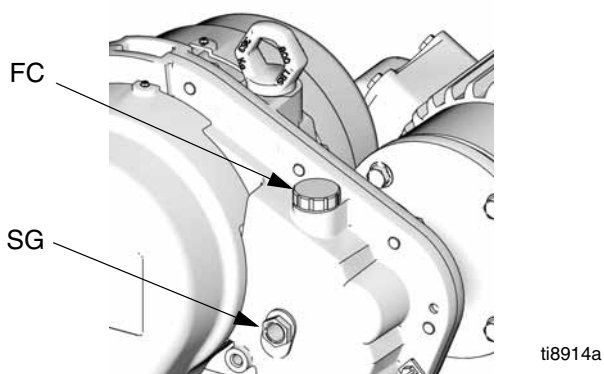

FIG. 8: Riempimento olio
Ogni giorno controllare il livello olio nella spia visiva (SG) sul riduttore a ingranaggi con il motore in funzione. Il livello dell'olio (con motore in funzione) dovrebbe scendere fra la sommità e il fondo della spia visiva (SG). Aprire il cappuccio di riempimento (FC) e riempire il serbatoio dell'olio del riduttore a ingranaggi come richiesto con olio Graco 288414 (la confezione include dodici bottiglie da 1 quarto). Non riempire troppo. Vedere FIG. 8.